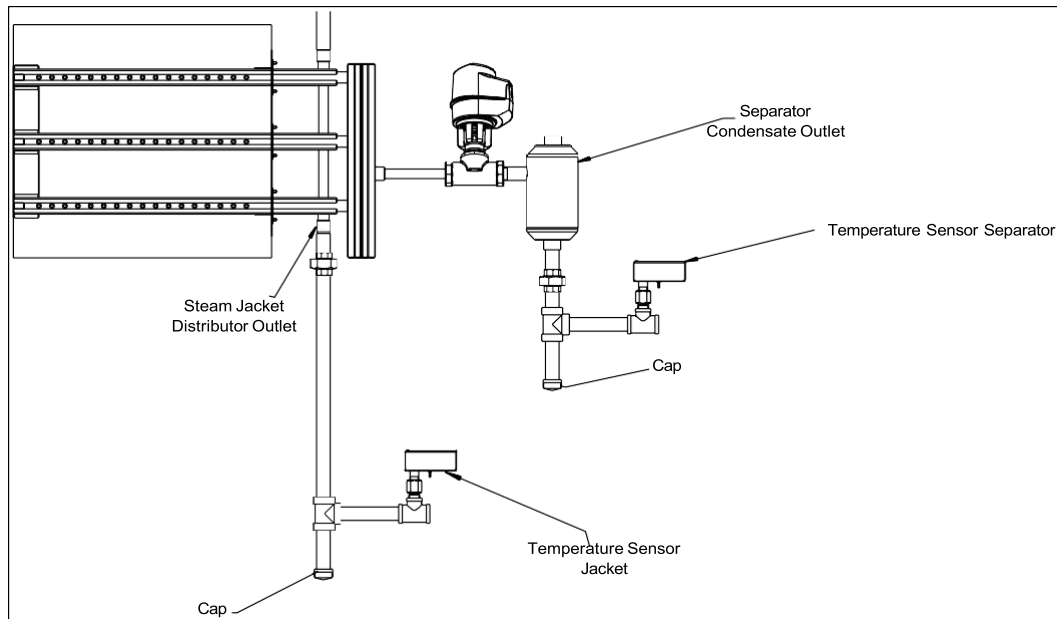

Ilustración 18 - Temperatura Sensor Chaqueta Instalación
- Las aplicaciones de minirack y multitubo requieren la instalación de al menos un sensor de temperatura adicional en la salida del distribuidor de la camisa de vapor. Dependiendo de la longitud y el número total de distribuidores de vapor, el humidificador podría requerir hasta cuatro sensores de temperatura. Los distribuidores de la camisa de vapor. El sistema requiere un sensor de temperatura por cada 15 m (50 pies lineales) de distribuidores de vapor. Consulte la Ilustración 18 - Sensor de temperatura de la camisa. Instalación.